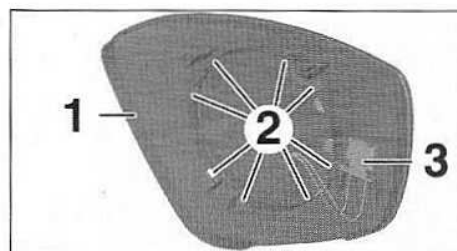

FIG.63
- Exercer un effort de bras de levier à l'aide d'une spatule en (a) pour dégrafer les ergots (2) de la glace de rétroviseur (1) (Fig.63).
- Débrancher le connecteur (3).